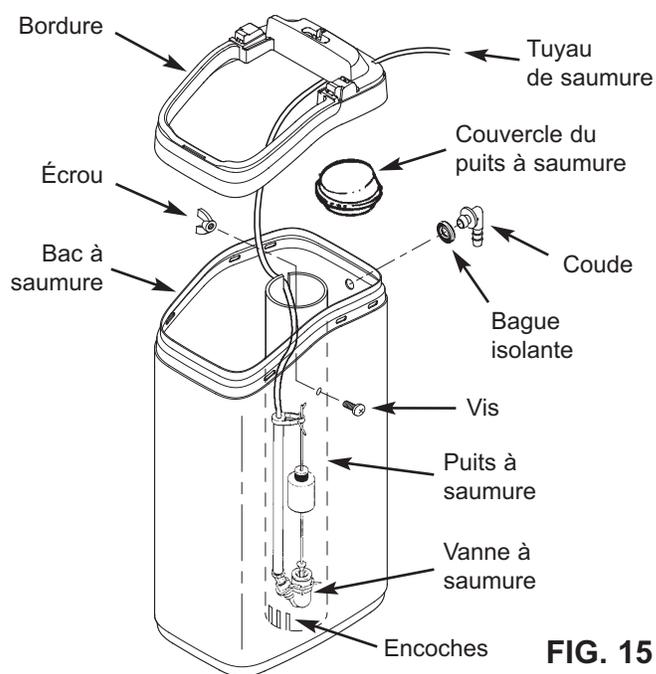

FIG. 15
- a. Remettez la bordure sur le bac à saumure (voir la Fig. 15).
- c. Glissez la vanne à saumure dans le puits à saumure. Engagez le tuyau dans l'encoche supérieure du puits (Fig. 15), puis faites-le sortir du bac par le trou à l'arrière de la bordure.